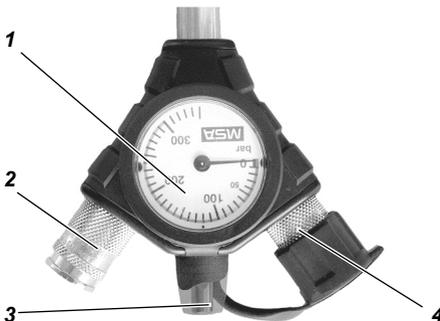

Abb. 3 Manometer mit Verteilerstück
Am Ende der Mehrkammerleitung ist das Manometer mit Verteilerstück (→ Abb. 3) angeschlossen. Dieses besteht aus dem Manometer (1) selbst, der Kupplung für den Lungenautomaten (2) sowie einer akustischen Warneinrichtung (3) (Signalpfeife). Diese gibt beim Absinken des Flaschendrucks unter  $55 \pm 5$  bar ein kontinuierliches Warnsignal ab. Der Zweitanschluss (4) dient zum Anschließen eines zweiten Lungenautomaten (z. B. Rettungssset).